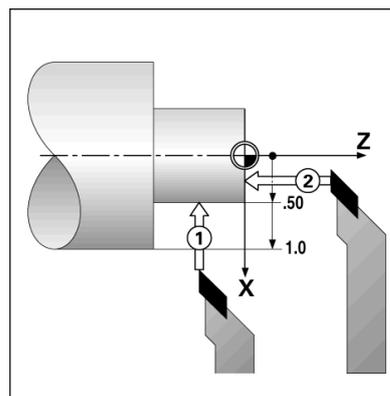

Fig. I.30 Selezione dell'origine del pezzo.
**Esempio: selezione dell'origine del pezzo.** vedere Fig. I.30.